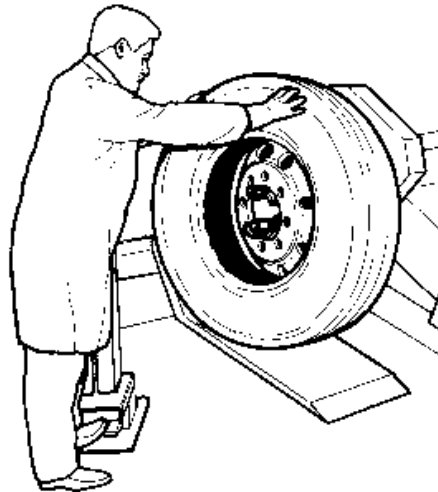

Abb.23
8. Sich gegenüber vom Reifen aufstellen und diesen in der Endphase der Demontage mit beiden Händen festhalten um zu verhindern, daß der Reifen herunterfällt oder unkontrolliert wegrollt (Abb.23).